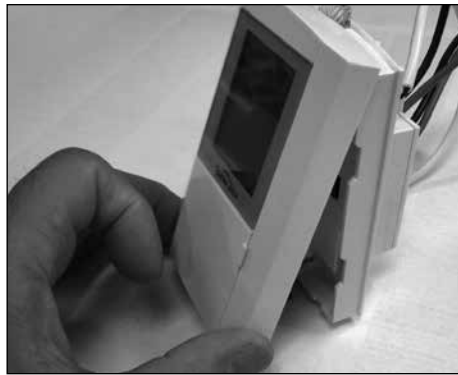

Figure 3
- Loosen the screw on the bottom of the Front Panel and lift the Front Panel as shown in Figure 3.
- Desserler la vis en bas du panneau avant et soulever le panneau avant de la manière indiquée à la figure 3.